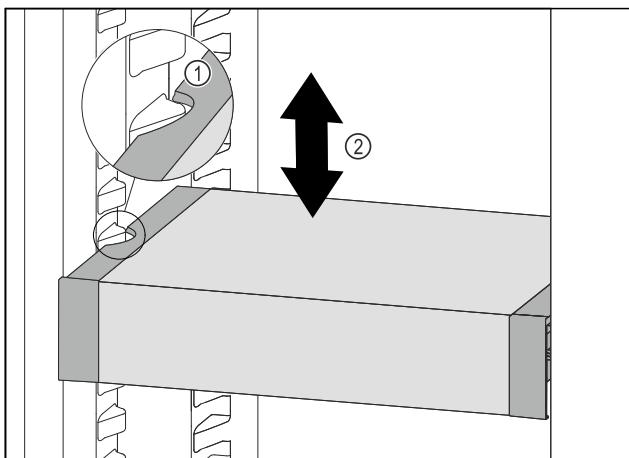

Fig. 80
- Trageți în față VarioSafe, până când degajările laterale ale VarioSafe se află la înălțimea nervurii recipientului din frigider. Fig. 80 (1)
- Mișcați în sus sau în jos VarioSafe în frigider, până când este atinsă înălțimea dorită. Fig. 80 (2)